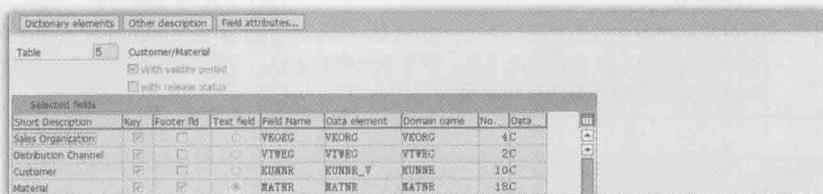

图 2-4 条件表详细配置界面
单击 Technical view 按钮，系统进入条件表详细配置界面，如图 2-4 所示。该界面各字段的含义说明见表 2-2。
关键字 Key Fields	表中存取数据时同一关键字值的组合只能存在一条。以图 2-4 中条件表 005 为例，其关键字有以下几类：①系统自动添加关键字。MANDT Client、KAPPL Application、KSCHL Condition type。②在条件表配置中添加且带有 Key 标识的字段：VKORG Sales Organization、VTWEG Distribution Channel、KUNNR Customer number、MATNR Material Number。③由于条件表配置中选中了“with validity period”或“with release status”标识复选框而添加的关键字：DATBI Validity end date of the condition record